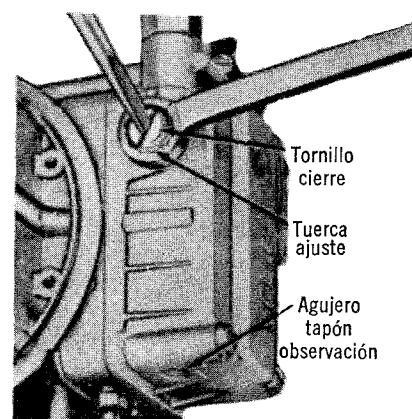

Fig. 2 — Ajuste de Nivel de Combustible - 2 Gargantas. Típico
2. Con el motor **parado**, quite el tapón del agujero de observación de nivel y la junta y observe el nivel del combustible (Fig. 2). El nivel debe estar a la altura del borde inferior del agujero para el tapón con 1,5 mm (1/16") de tolerancia en más o en menos.